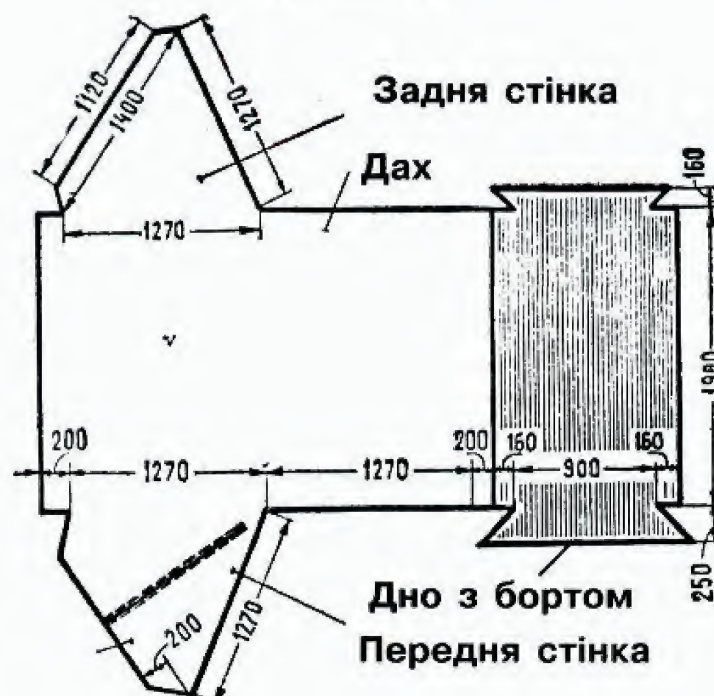

Рис. 2
Викрійка намету зображена на рис. 2. Тент (6) пошитий з поліетиленової плівки, яка добре витримує коливання температур. Для більшої міцності кромки тенту підігнуті й прошиті по всьому периметру. Викрійка тенту показана на рис. 3.